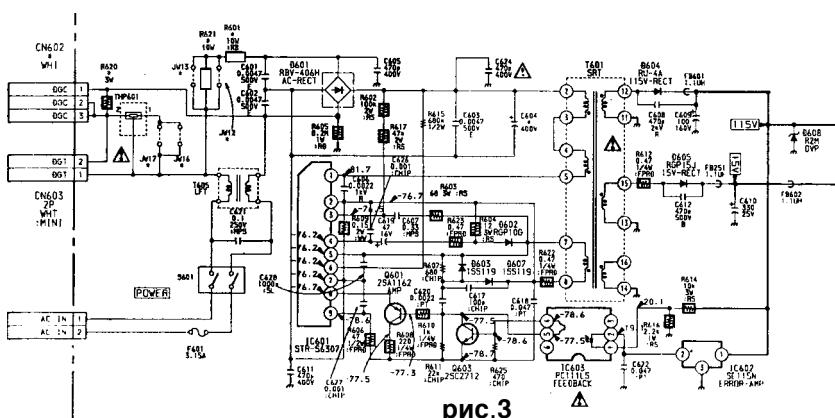

рис.3
- на ИМС, объединяющей в себе и схему управления, и силовой транзистор (типовая схема ИП телевизоров SONY приведена на **рис.3**).
дополнительная обмотка (как в МПЗ-3), на рис.3 для этого используется оптопара.